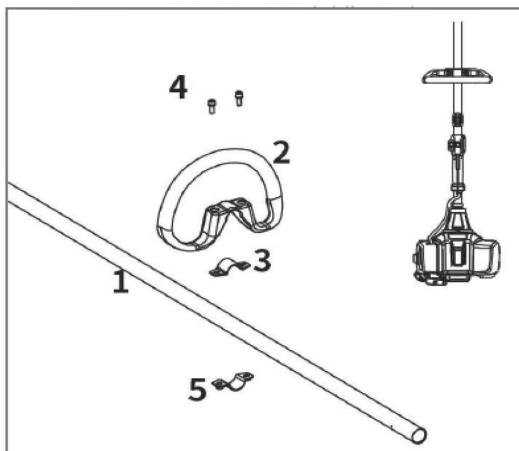

Рис. 3
- Установите петлеобразную рукоятку (2) на штангу бензоножниц (1), закрепив её винтами (4) к скобам (3) и (5) (рис. 3).